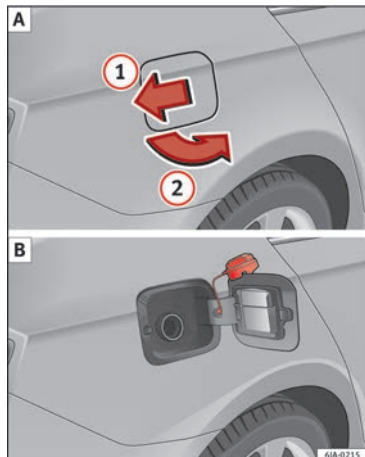

Fig. 202 Arrière du véhicule, côté droit : trappe à carburant/trappe à carburant avec bouchon dévissé.
Un autocollant placé sur la face intérieure de la trappe à carburant indique le type de carburant approprié pour votre véhicule, ainsi que la taille du pneu et la pression de gonflage de celui-ci » **fig. 202 B**.
- Appuyez sur la trappe à carburant dans le sens de la flèche ① » **fig. 202**.
- Ouvrez la trappe dans le sens de la flèche ②.
- Dévissez le bouchon de fermeture du réservoir à carburant vers la gauche et placez-le au-dessus de la trappe à carburant » **fig. 202 B**.
- Une fois le véhicule déverrouillé à l'aide du verrouillage centralisé, appuyez sur la trappe à carburant dans le sens de la flèche ① » **fig. 202**.